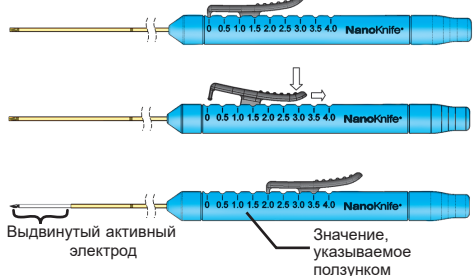

Рисунок 6. Регулировка выдвигания электрода
13. Проверьте длину выдвинутого электрода, указываемую ползунком на рукоятке (см. рисунок 6).